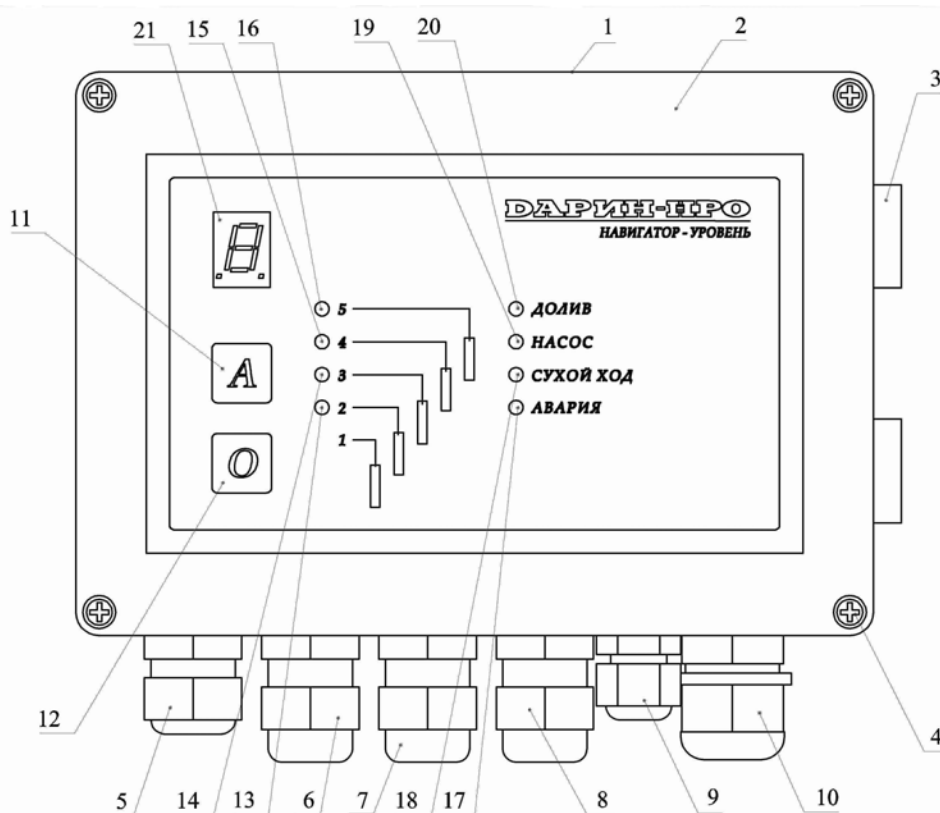

Рис. 1
Прибор «УРОВЕНЬ» представляет собой электронное устройство в пластиковом корпусе (см. рис.1). Корпус состоит из двух частей, собственно корпуса (1) и крышки (2) соединённых между собой петлями (3). Для неподвижного соединения частей корпуса предназначены винты (4).